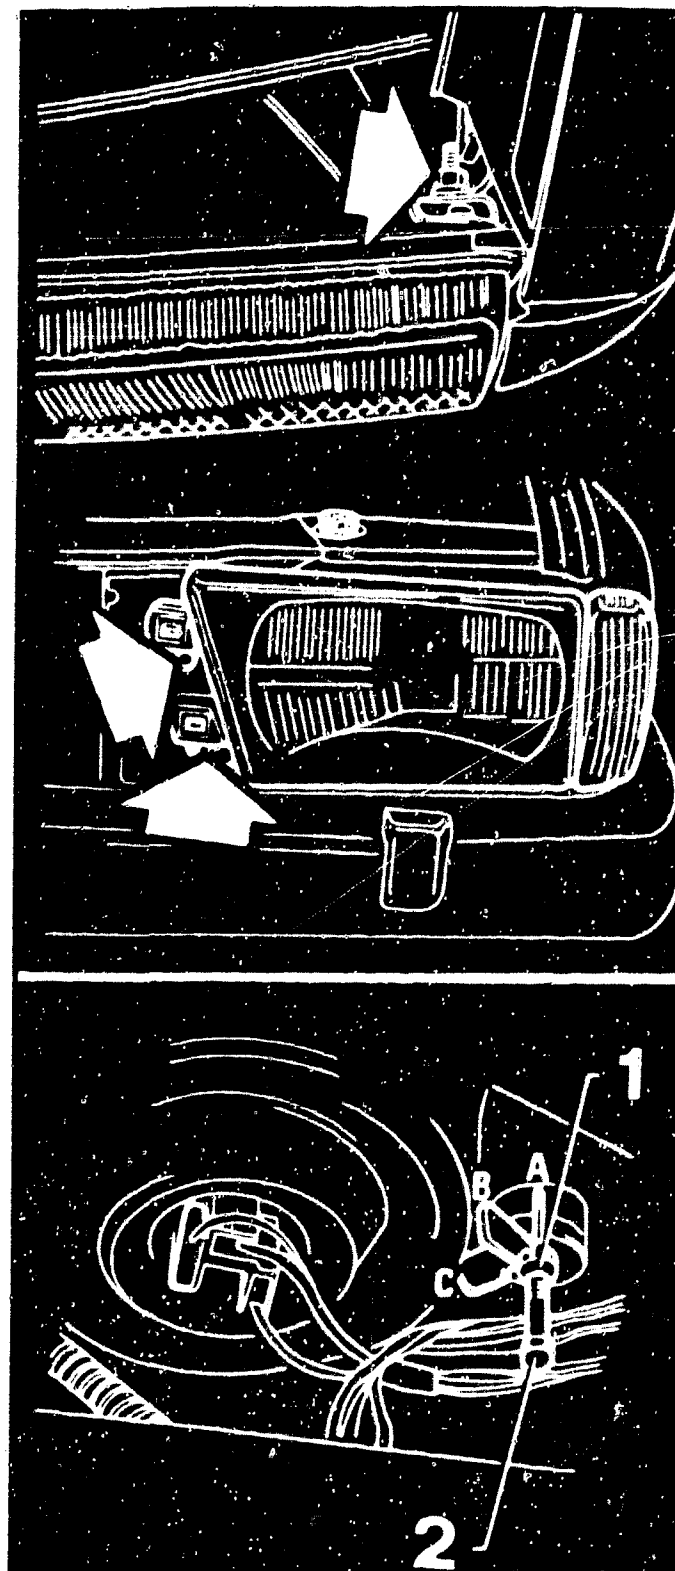

Bild 50 **Oben:** Die drei Befestigungsschrauben des Scheinwerfers lassen sich nach Abnahme des Kühlergrills lösen.
a) Die **Scheinwerfer** sind komplett mit dem Blinkergehäuse auszubauen, wozu das Kühlergitter abzunehmen ist (Bild 50). Das Auswechseln der Glühlampen und Einstellen der Scheinwerfer erfolgt vom Motorraum aus.